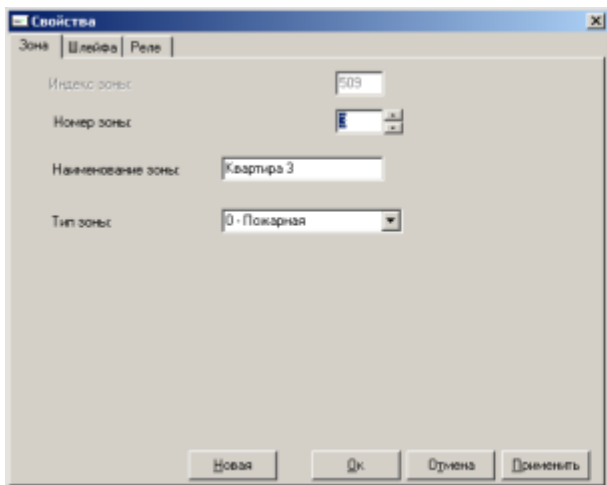
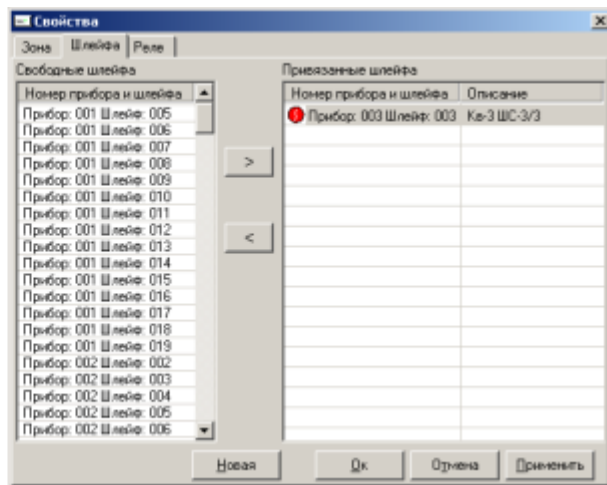

Рис. 9
Рис. 10
При виділенні елемента списку «(03) Зони» в правому вікні (область (3)) відображається список зон, включених в конфігурацію Кодас-БКУ (рис.8). Щоб додати нову зону натисніть кнопку "Додати елемент", або скористайтесь пунктом контекстного меню «Додати», натиснувши праву кнопку миші. Для коригування існуючої зони два рази натисніть ліву кнопку миші на виділеній зоні. Активізується діалогове вікно (рис.9), де в графі "Номер зони" потрібно ввести число, що позначає номер зони, але лише 512, в графі "Найменування" - текстовий опис зони, що містить до 16 символів, в графі "Тип зони" - вибрати тип зони із запропонованого списку. Далі натисніть кнопку "ОК", при цьому зона буде додана в конфігурацію. Додавання шлейфів в зони здійснюється на вкладці «шлейф» в діалоговому вікні «Властивості зон» (рис. 10).
На вкладці «реле» (рис. 9) вільні реле блоків Кодас-20С і Кодас-БРА також можуть бути прив'язані до зони (рис 12). Прив'язка реле виконується за такою ж процедурою, як і прив'язка ШС:
- натисніть кнопку «>», при цьому виділені реле перемістяться в праве вікно і стануть "прив'язані" до зони, для якої створювалося діалогове вікно «Властивості» (рис. 9). У цьому ж вікні виконується зворотна процедура переключення реле зі стану прив'язки до зони у вільний стан кнопкою «<».